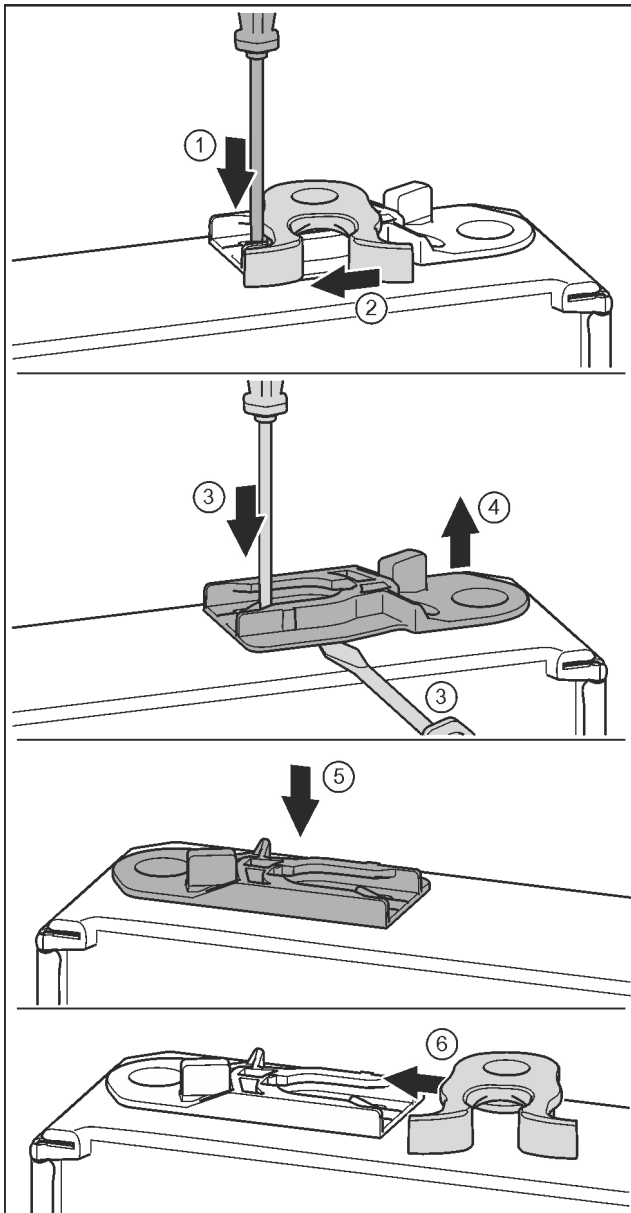

Fig. 34 *
- ▶ Con un cacciavite spingere la linguetta verso il basso. *Fig. 34 (1) **
- ▶ Estrarre il gancio di chiusura dalla guida. *Fig. 34 (2) **
- ▶ Estrarre la bussola di guida: con un cacciavite spingere la linguetta e contemporaneamente con un cacciavite spostarla sotto la bussola di guida. *Fig. 34 (3, 4) **
- ▶ Inserire sull'altro lato dell'apparecchio la bussola di guida fornita in dotazione. *Fig. 34 (5) **
- ▶ Spingere il gancio di chiusura nella guida. *Fig. 34 (6) **